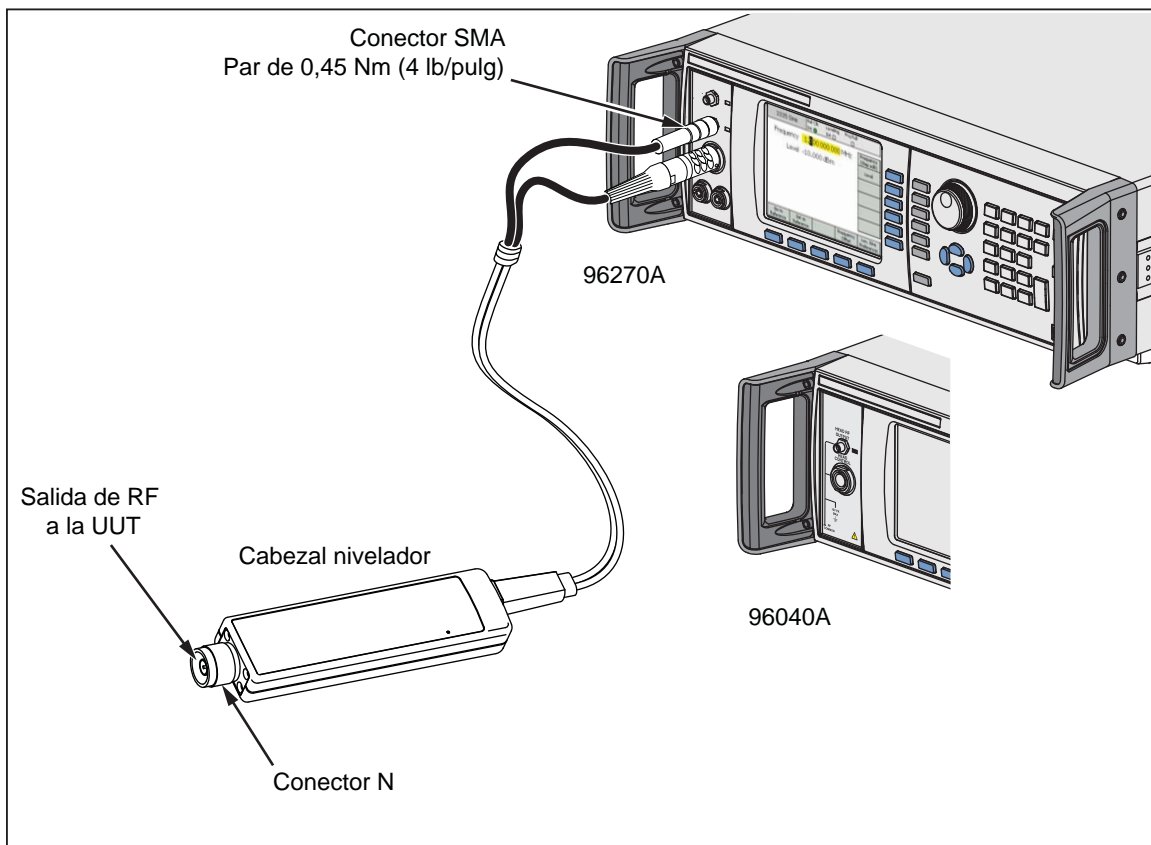

Figura 3-24. Conexión del cabezal nivelador
2. Consulte la Figura 3-24, y conecte el conector de varias vías al conector de control del cabezal nivelador del instrumento. Empuje firmemente el conector de varias vías hasta que encaje.
3. Consulte la Figura 3-24, y conecte el conector SMA con el conector de salida de RF del cabezal en el instrumento.